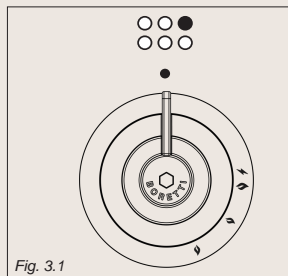

Fig. 3.1
- * Détacher le couvercle du bornier, en introduisant un tournevis dans les deux crochets "**A**" (fig. 3.1).
En faisant coïncider les symboles de la manette (fig. 3.1) avec le repère marqué sur le tableau de bord, nous aurons: